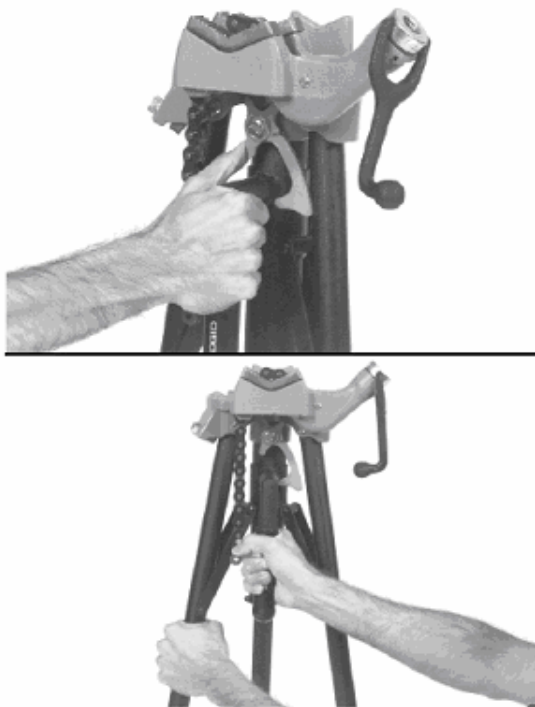

Рис. 1 Раздвижение опор верстака
2. Большим пальцем руки поверните пружинную автоматическую защелку, чтобы освободить ручку для переноски и выдвинуть центральный корпус. Одновременно нажимая на горизонтальную часть ручки одной рукой, вытащите одну из трех опор. (Рис. 1).